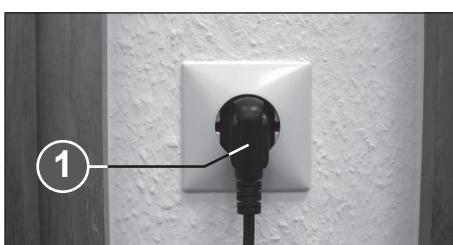

Fig. 2
1 = Clavija de enchufe a la red (Fig. 2)
- Conecte, utilizando el cable suministrado, el terminal de corriente del aparato a una toma de corriente alterna (1) (Fig. 2) (ver las indicaciones sobre el fusible previo necesario del tomacorriente en “CARACTERÍSTICAS TÉCNICAS”).